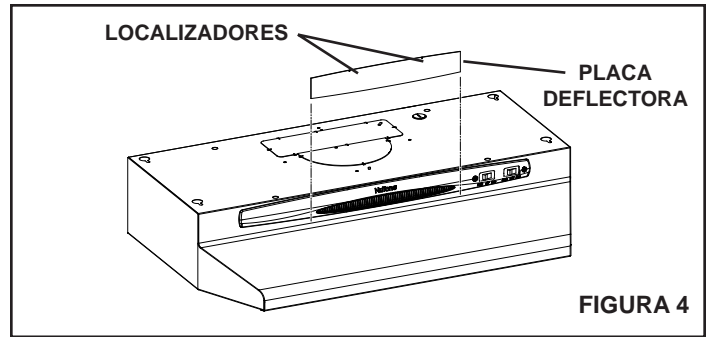

FIGURA 4
**Si la campana de cocina se instala como una unidad con conducto**, se provee una placa deflectora para cerrar el ventilador sin conducto. Instale la placa deflectora (**refiérase a la FIGURA 4**) deslizando en su lugar detros de la rejilla. Use las salientes del localizador para orientar en la rejilla.